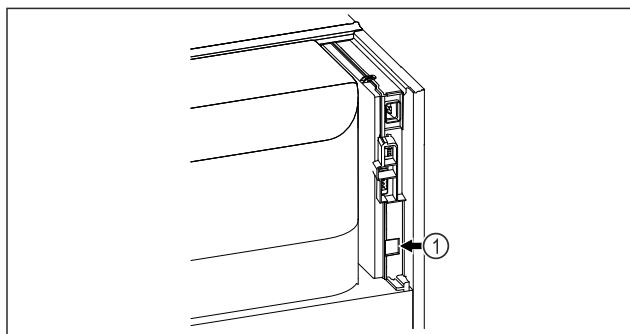

Fig. 125
- SmartModule Fig. 125 (1) je nasadený.